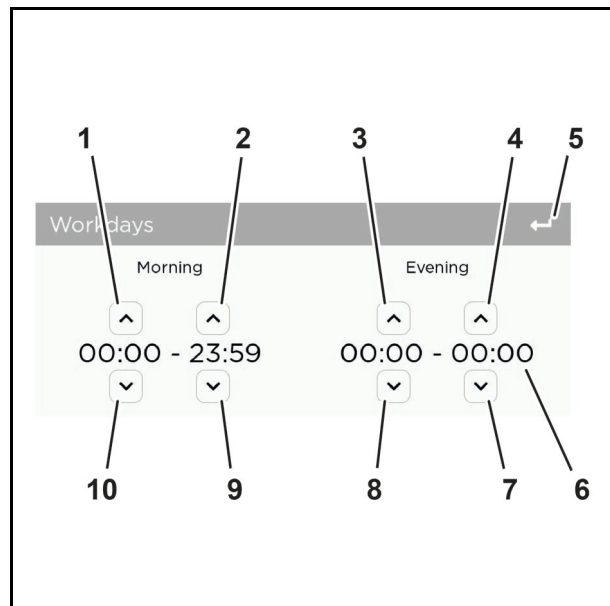

Abb. 46
1. Erhöhen Sie den Wert für den Beginn der Hauptbetriebszeit mit der Pfeiltaste (Abb. 46/1) bzw. den Wert für das Ende der Hauptbetriebszeit mit der Pfeiltaste (Abb. 46/2).
2. Reduzieren Sie den Wert für den Beginn der Hauptbetriebszeit mit der Pfeiltaste (Abb. 46/10) bzw. den Wert für das Ende der Hauptbetriebszeit mit der Pfeiltaste (Abb. 46/9).
3. Erhöhen Sie den Wert für den Beginn der Nebenbetriebszeit mit der Pfeiltaste (Abb. 46/3) bzw. den Wert für das Ende der Nebenbetriebszeit mit der Pfeiltaste (Abb. 46/4).
4. Reduzieren Sie den Wert für den Beginn der Nebenbetriebszeit mit der Pfeiltaste (Abb. 46/8) bzw. den Wert für das Ende der Nebenbetriebszeit mit der Pfeiltaste (Abb. 46/7).
5. Prüfen Sie die Zeitangaben in der Vorschau (Abb. 46/6). Korrigieren Sie ggf. mit den entsprechenden Pfeiltasten.
6. Kehren Sie mit "Zurück" (Abb. 46/5) in das übergeordnete Menü zurück.